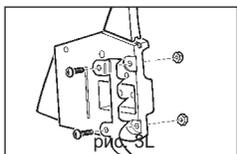

рис. 3L
- Установите зубчатый упор на крышку цепного тормоза, как показано на рис. 3L (дополнительное оборудование).